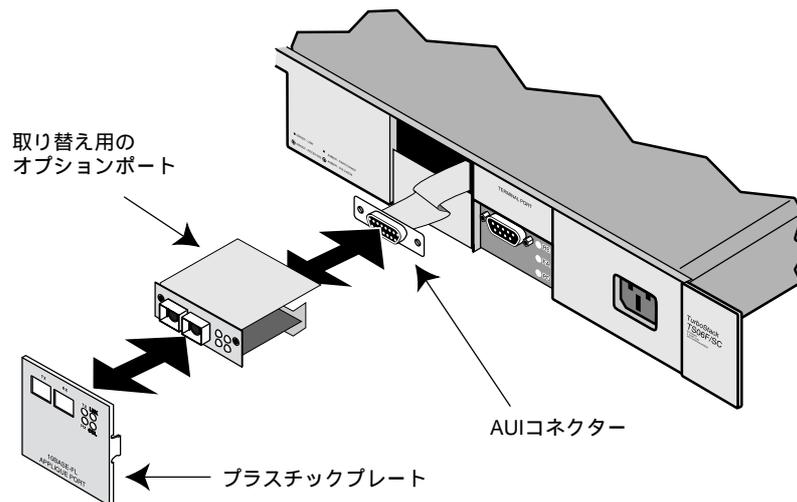

図 4.8 バックボーンポートのオプションの取り付け
2. 図 4.8 に示すように、バックボーンポートのオプション (10BASE2、10BASE-T あるいは 10BASE-FL 用) に AUI コネクタを差し込みます。